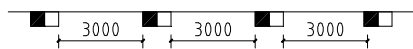

图 6-32 “沿线定距”布置
- “沿线定距”选项：单击该按钮，可选定 LINE、PLINE、ARC 或外部参照线进行沿线定距布置雨水口图形，结果如图 6-32 所示。